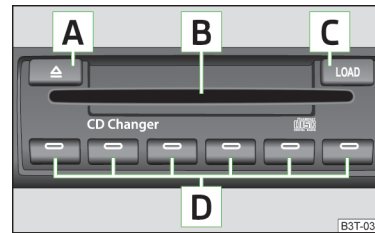

Abb. 132
» Die Taste [C] » Abb. 132 antippen und die CD (Compact Disk) in den CD-Schacht [B] einführen.
› Die Taste **C** » Abb. 132 länger als 2 Sekunden gedrückt halten und die CDs nacheinander (maximal 6 CDs) in den CD-Schacht **B** einführen.
› Die Taste **C** » Abb. 132 antippen.
› Die Taste **A** » Abb. 132 antippen, um eine CD auszuwerfen.
› Die Taste **A** » Abb. 132 länger als 2 s gedrückt halten, um die CDs auszuwerfen.
- Eine CD, mit der bedruckten Seite nach oben, so weit in den CD-Schacht **B** » Abb. 132 einschieben, bis diese automatisch eingezogen wird. Die Wiedergabe startet automatisch.